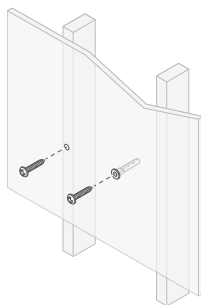

图 5
5. 如果您确信墙壁表面后面有螺钉, 则将 #10/M5 螺钉 (未随附) 穿过墙壁并拧入螺钉 (见图 5)。
6. 如果所选位置的墙后面没有螺钉, 请按照墙锚制造商的说明将墙锚 (未提供) 安装到墙上。每个扬声器始终使用两个墙锚和两个螺钉 (见图 5)。对于木质表面和螺钉, 请使用木螺钉; 对于石膏板或石膏, 请使用墙锚; 对于砌体, 请使用砌体锚柱。